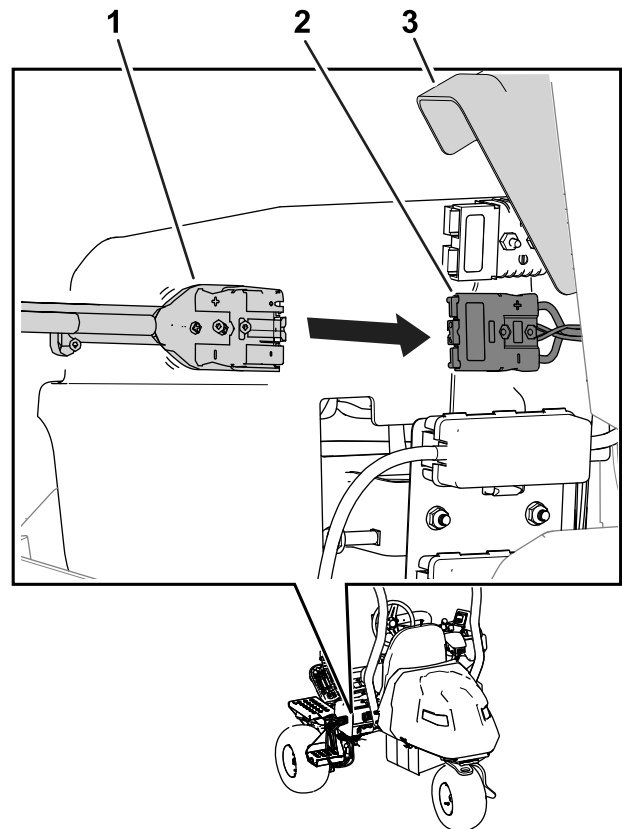

Figure 41
7. Soulevez le couvercle des connecteurs et insérez le connecteur de sortie du chargeur dans le connecteur du chargeur sur la machine (Figure 41).